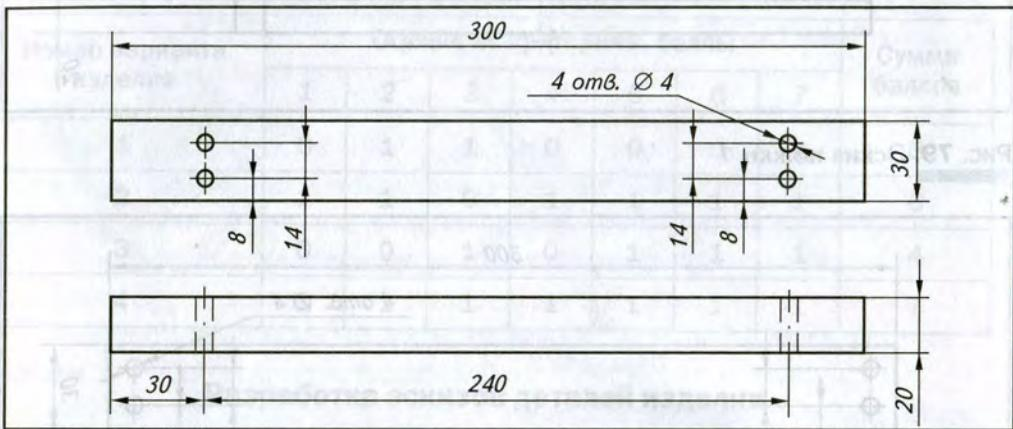

Рис. 81. Эскиз верхней планки 3
Для изготовления верхней планки 3 нужен деревянный бруск размером $310 \times 35 \times 25$ мм (рис. 81).
3. С помощью линейки, угольника разметить карандашом центры четырёх отверстий, выдержав размер 30 мм от торца бруска (см. рис. 81).